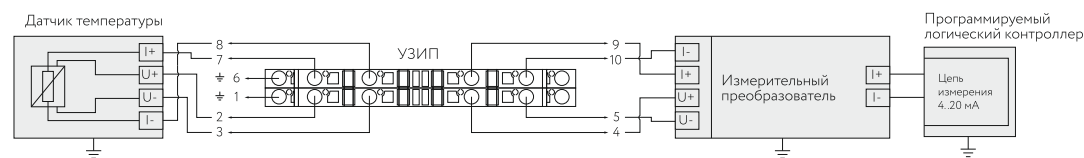

Рисунок 4. Схема применения УЗИП
1.5.7 Типовые схемы применения УЗИП рис. 4.